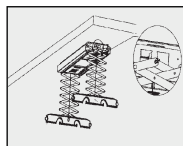

图5
4. 将吊桥组件挂在主机两端的轴销上(铆钉头方向向上), 并使用螺丝将其固定(如图5)